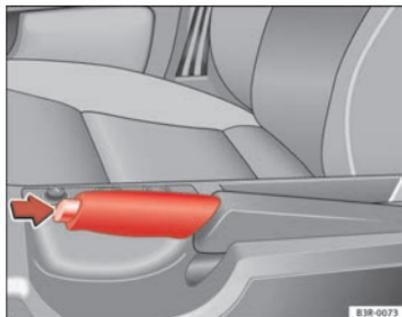

Abb. 149 In der Mittelkonsole: Handbremse angezogen
- Ziehen Sie den Handbremshebel etwas hoch *und* drücken Sie gleichzeitig den Sperrknopf ⇒ Abb. 149 -Pfeil- hinein.